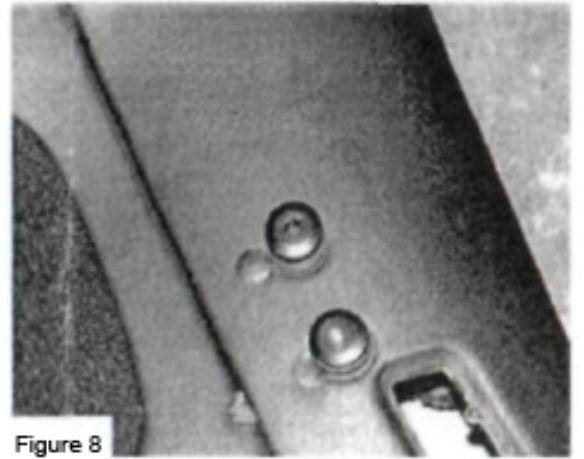

Figure 8
- Bild 8: Ansicht der montierten Metall-Aufnahme; im Lieferumfang sind jeweils zwei 6- und 8 mm Verschlusskappen enthalten. Wir empfehlen bei Nichtbenutzung des Windschotts die Öffnungen damit zu verschließen.
- Figure 8: View of the installed metal mount; two 6-mm and two 8-mm sealing caps are included in the scope of supply. We therefore recommend sealing the openings when the wind deflector is not in use.